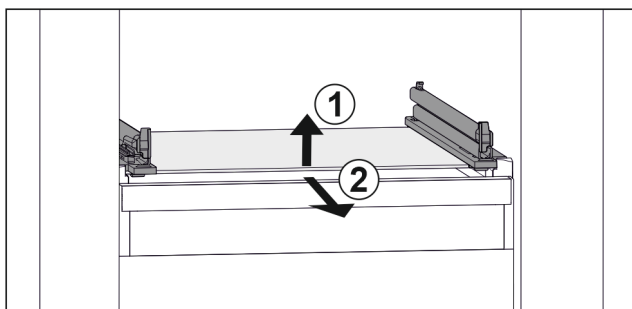

Fig. 48 Vejledende visning af glaspladen
- Løft glaspladen foran. Fig. 48 (1)
- Tag glaspladen ud fremefter. Fig. 48 (2)